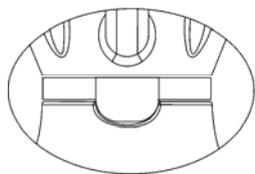

Fig. 1
1. Mettere il bicchiere con base sul blocco motore dell'apparecchio e allineare il segno sul blocco motore dell'apparecchio con quello al di sotto del manico del bicchiere con base (vedere Fig.1) fino a bloccare il bicchiere con base. Se il bicchiere con base non è posizionato bene il frullatore non funziona. Questa è una misura di sicurezza.